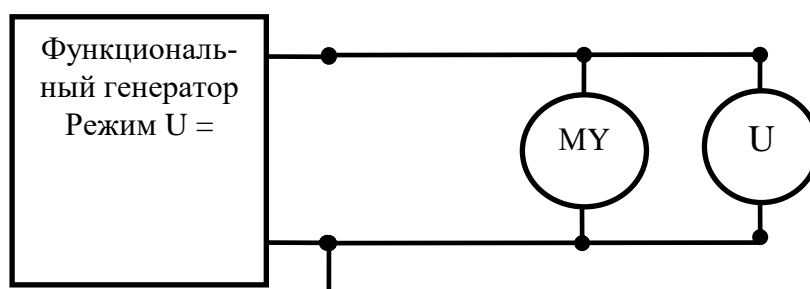

Рисунок 4. Схема поверки стрелочного вольтметра
4.4. Соберите схему, показанную на рис.4. В качестве исследуемого прибора использовать стрелочный вольтметр, в качестве эталонного – цифровой мультиметр МУ68 в режиме измерения постоянного напряжения. Переключателем режима работы установить на функциональном генераторе постоянное напряжение. Регулятор «Амплитуда» установить в крайнее левое положение.